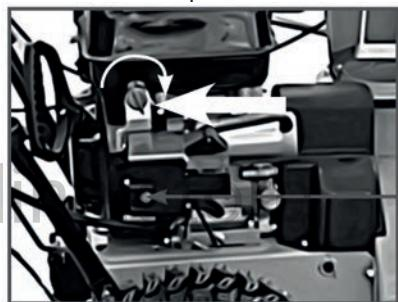

Рис.22 Установка выключателя
- Установите выключатель в положение ON (Вкл). Нажмите и удерживайте кнопку запуска (A) электрического стартера (Рис.22).